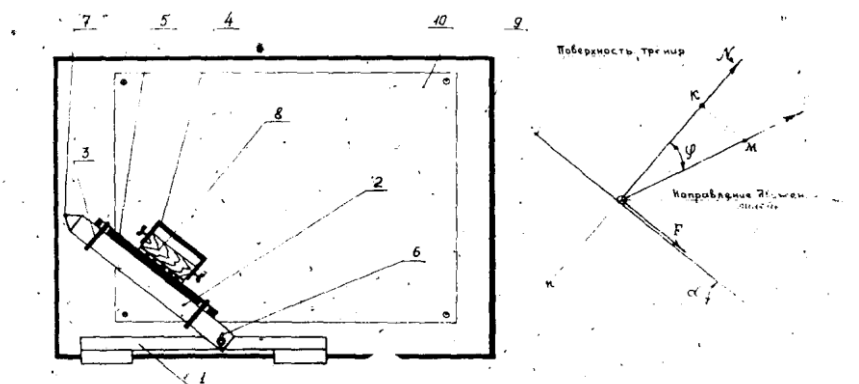

Рисунок 1 Схема прибора для определения коэффициента трения скольжения.
- Для определения коэффициентов трения скольжения с.-х. материалов по различным поверхностям (сталь, резина, дерево и т.п.) пользуются прибором конструкции академика В.А. Желиговского, (рисунок 1).